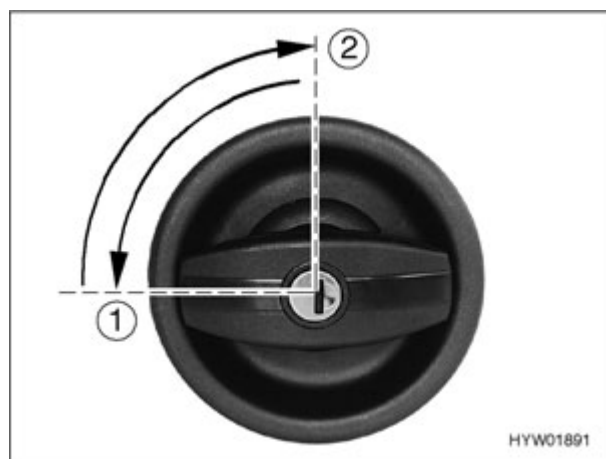

Fig. 21 Serrure de la porte, à l'extérieur, verrouiller
- Insérer la clé dans le barillet et la tourner d'un quart de tour dans le sens inverse des aiguilles d'une montre (Fig. 21,1).
- Ramener (Fig. 21,2) la clé sur la position intermédiaire et la retirer.